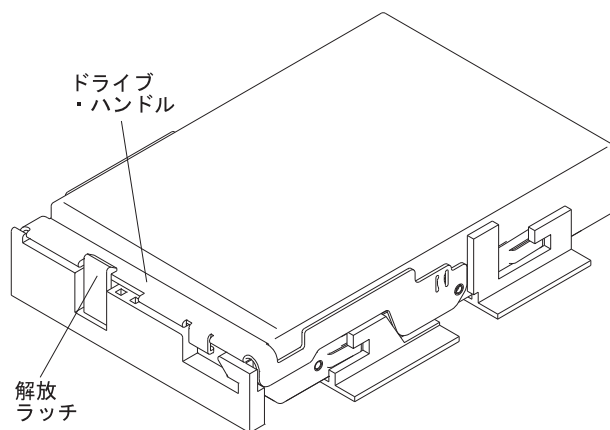

図 73. ドライブを所定の位置にロックする
- c. ドライブを真っすぐ下に押し下げてから、ドライブ・ハンドルを下に回転させて、ドライブをドライブ・リリース・レバーの下に所定の位置にカチッと収めます。図 73 を参照してください。